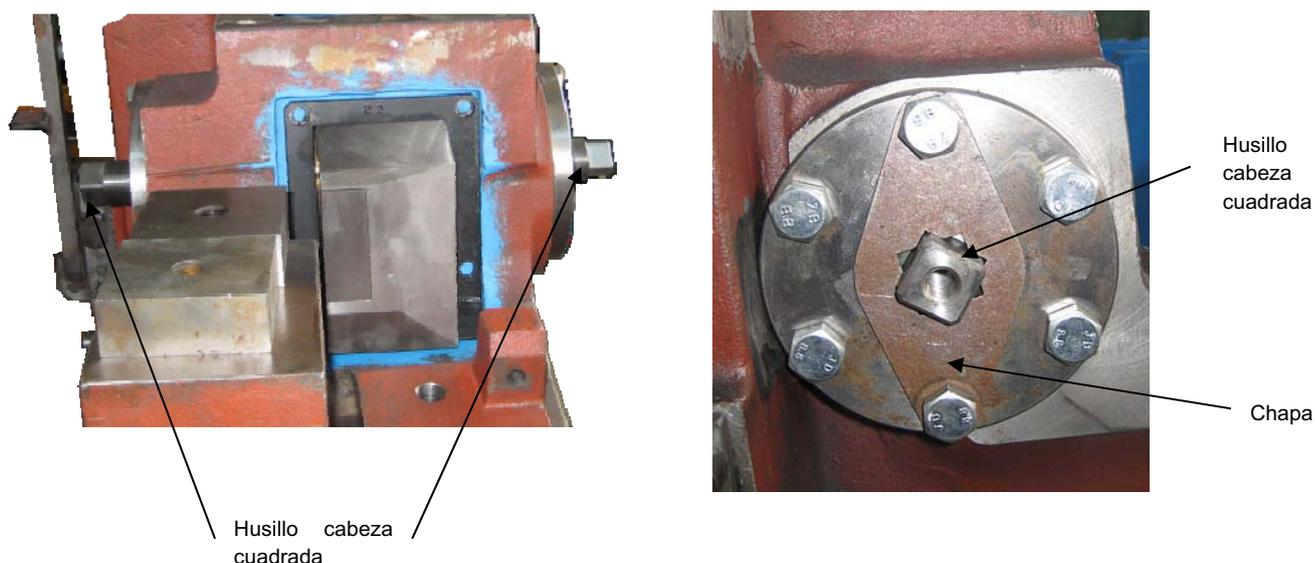

Fig. 7-8 Posición de los Husillos de cabeza cuadrada
- Soltar las Chapas de Seguro que retienen los dos Husillos de cabeza cuadrada. (Ver Fig. 7-8).